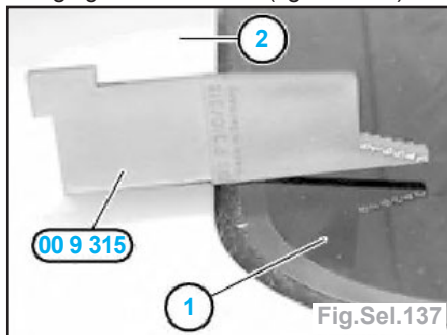

Fig.Sel.137
- Desserrer entièrement les vis (1) pour déposer le panneau du toit ouvrant en verre (2).
- Réglage de la hauteur (fig. Sel.137) :